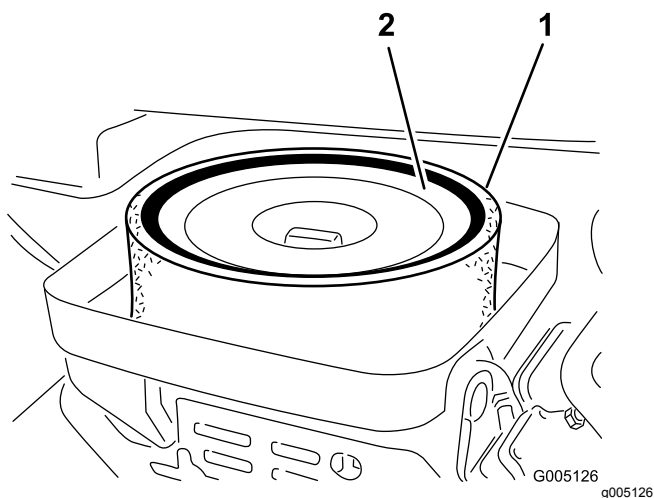

Figura 46
4. Si el elemento de gomaespuma está sucio, sepárelo del elemento de papel (Figura 46). Límpielo a fondo, de la manera siguiente: